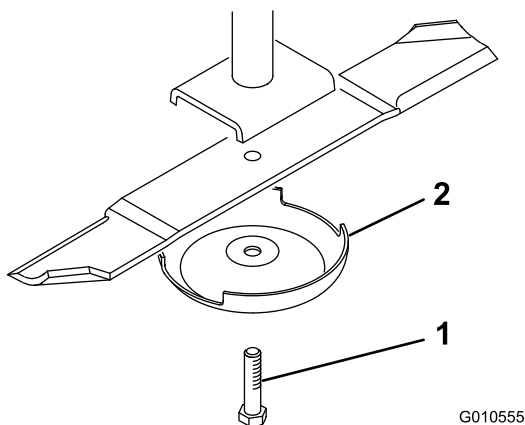

Bild 30
2. Halten Sie das Ende des Messers mit einem stark wattierten Handschuh oder wickeln Sie einen Lappen um es herum. Entfernen Sie die Messerschraube, die Antiskalpierkuppe und das Messer von der Spindelwelle (Bild 30).